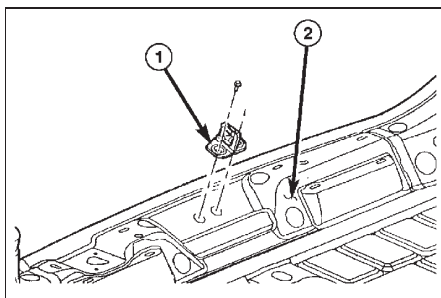

Рис. 8. Петля замка двери багажного отделения. 1 - петля, 2 - панель кузова.
- (1) Откройте двери багажного отделения.
- (2) Пометьте положение петли на панели кузова.
- (3) Отверните болты крепления петли, снимите петлю (рис. 8).